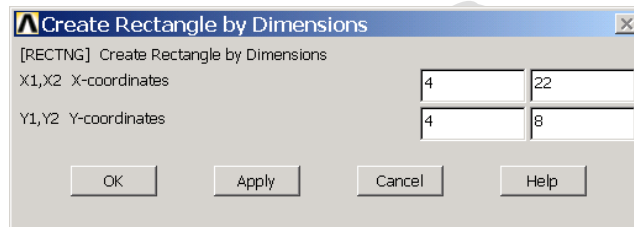

图11.30 定义矩形面
(11) 单击 **Main Menu>Preprocessor>Modeling>Create>Areas>Rectangle>By Dimensions** 菜单，弹出如图 11.30 所示的对话框。在【X-coordinates】文本框中输入【4】和【22】，在【Y-coordinates】文本框中输入【4】和【8】，然后单击【OK】按钮。